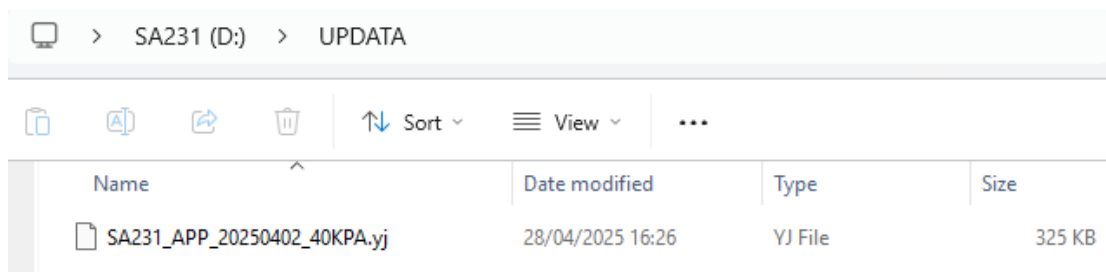
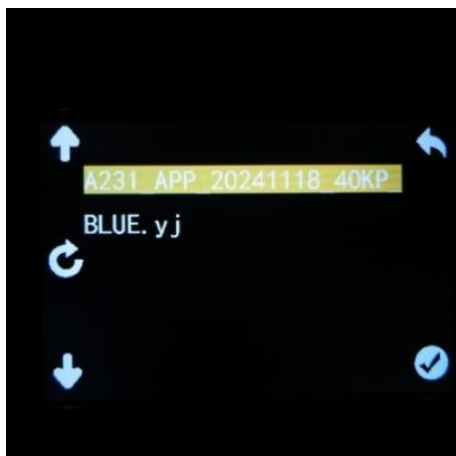
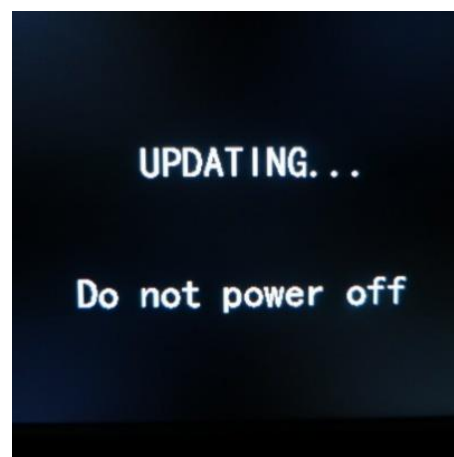

Abbildung 8
Abbildung 9
Abbildung 10
(2) Kopieren Sie die zu aktualisierende Software-Datei (mit der Dateiergung .yj) in den Unterordner „UPDATA“ des Ordners „SA231“, wie in Abbildung 8 dargestellt. Nachdem die Datei kopiert wurde, klicken Sie auf die Schaltfläche „Aktualisieren“ auf dem Testgerät (die Schaltfläche in der Mitte auf der linken Seite des Bildschirms) und wählen Sie dann die gerade kopierte Aktualisierungsdatei in der aktualisierten Dateiliste aus, wie in Abbildung 9 dargestellt, und klicken Sie auf die Schaltfläche „OK“. Das Testgerät startet automatisch die Softwareaktualisierung, wie in Abbildung 10 dargestellt. Nach Abschluss der Aktualisierung wird die Hauptmenüoberfläche angezeigt.